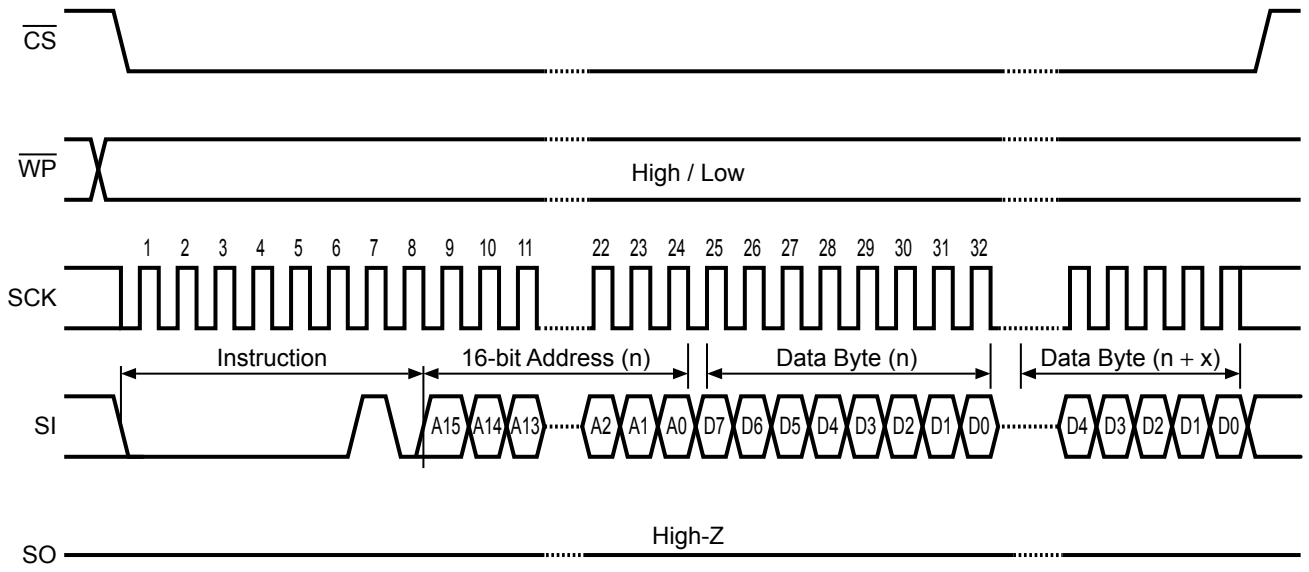

图17 WRITE工作 (页)
另外，S-25C512A可进行128字节的页写入。基本的数据传送手段与字节写入时相同，在连续接收到页大小的8位写入数据后，开始进行页写入。如图17所示的WRITE工作 (页) 的那样，向芯片选择 (\overline{CS}) 输入“L”后，通过串行数据输入 (SI) 输入指令码、地址、数据。接着，继续使芯片选择 (\overline{CS}) 保持为“L”，输入下一个数据。之后，反复连续输入8位数据的工作。最后，通过将芯片选择 (\overline{CS}) 设为“H”，开始WRITE工作 (t_{PR})。